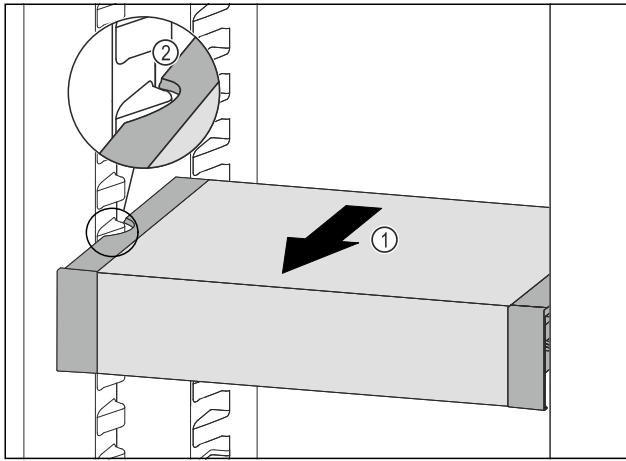

Fig. 95
- VarioSafe nach vorne ziehen Fig. 95 (1), bis sich die seitlichen Aussparungen des VarioSafes auf Höhe der Behälterrippe im Kühlteil befinden. Fig. 95 (2)